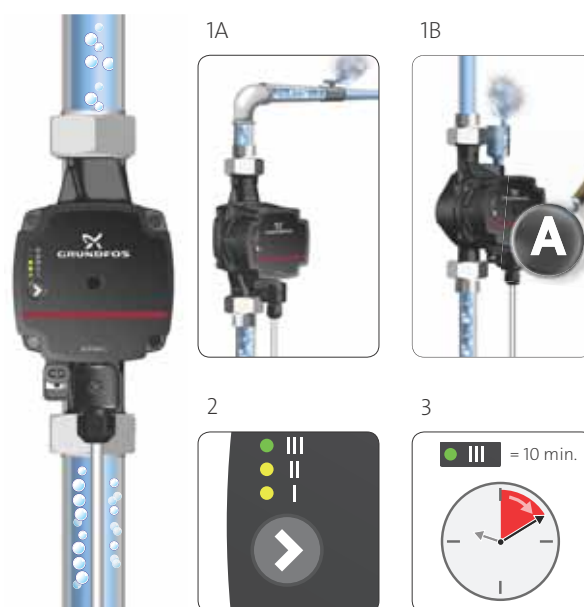

Fig. 7 Purgar o sistema
2. Se a válvula de purga estiver instalada no sistema, abra a válvula manualmente. Consulte a fig. 7, 1A. Se o corpo do circulador possuir um separador de ar (ALPHA1 L XX-XX A) e um purgador de ar automático instalados, o ar sai automaticamente. Consulte a fig. 7, 1B.
3. Configure o circulador para a velocidade III. Consulte a fig. 7, 2.
4. Deixe o circulador em funcionamento durante aproximadamente 10 minutos. Consulte a fig. 7, 3. Se necessário, repita os passos 1-3.